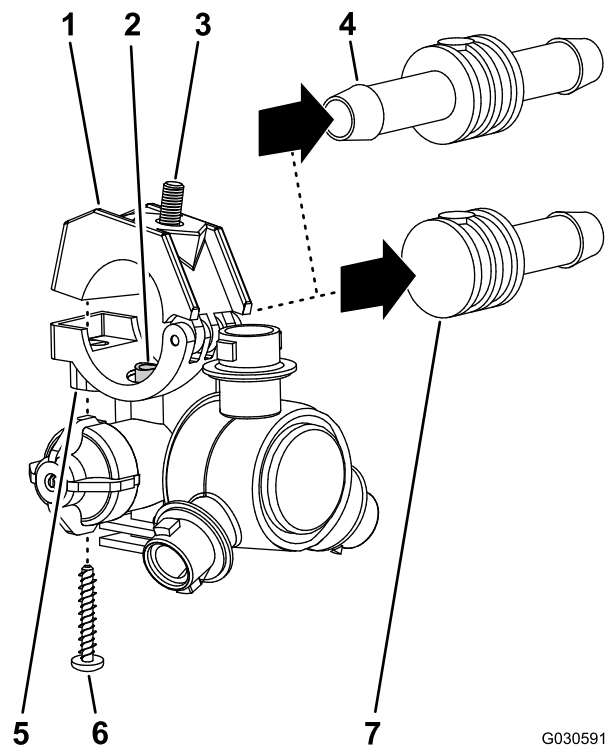

図 119
- ステップ1 スプレーヤのノズルを取り外す (ページ 37) で取り外した3個のノズル全部について片側または両側バーブ付きホースシャंक $\frac{3}{4}$ " とそのクランプの上半分とを各ノズルのボディに固定しているステンレスねじ#12 x $1\frac{1}{4}$ " を外してバーブ付きホースシャंकをから外す 図 119。